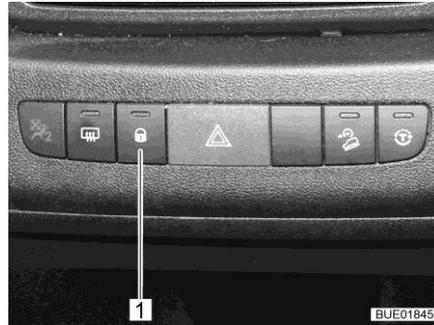

Bild 61 Schalter Zentralverriegelung
- Entriegeln:** ■ Taste (Bild 61,1) drücken. Die Türschlösser sind entriegelt.
- Verriegeln:** ■ Taste (Bild 61,1) drücken. Die Türschlösser sind verriegelt. Die Kontrollleuchte in der Taste leuchtet.